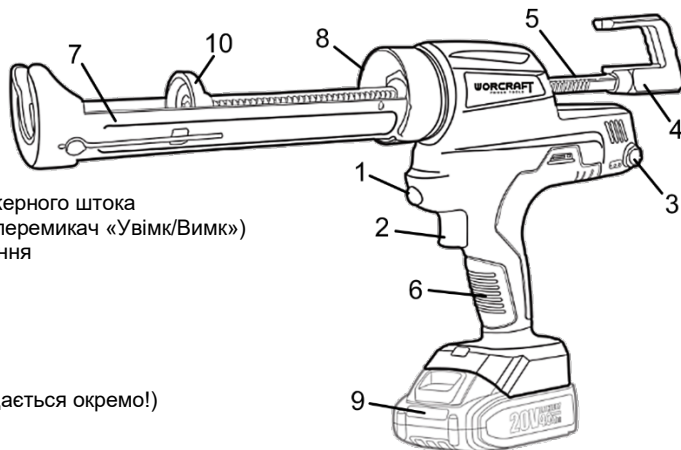

Рисунок 1
4.1 Як користуватися пістолетом для герметика, розберемо трохи пізніше, а зараз з'ясуємо, як він працює. Власне, в цьому немає нічого складного: під впливом тиску на картридж, суміш видавлюється у вигляді смужки, користувач спрямовує її і досягає необхідного ефекту. Тиск надає шток (5, рисунок 1), який рухається після натискання на пускову кнопку (2, рисунок 1).
4.3 Потім витягніть плунжерний шток (5, рисунок 1), натиснувши на кнопку його блокування (1, рисунок 1) та потягнувши за ручку (4, рисунок 1). В те місце, яке звільнилося після штока, помістіть картридж і зробіть кілька слабких натискань на пускову кнопку (2, рисунок 1), щоб остаточно зафіксувати ємність.
4.5 Залишається тільки повільно натиснути на пускову клавішу (2, рисунок 1) й нанести суміш на потрібний шов.